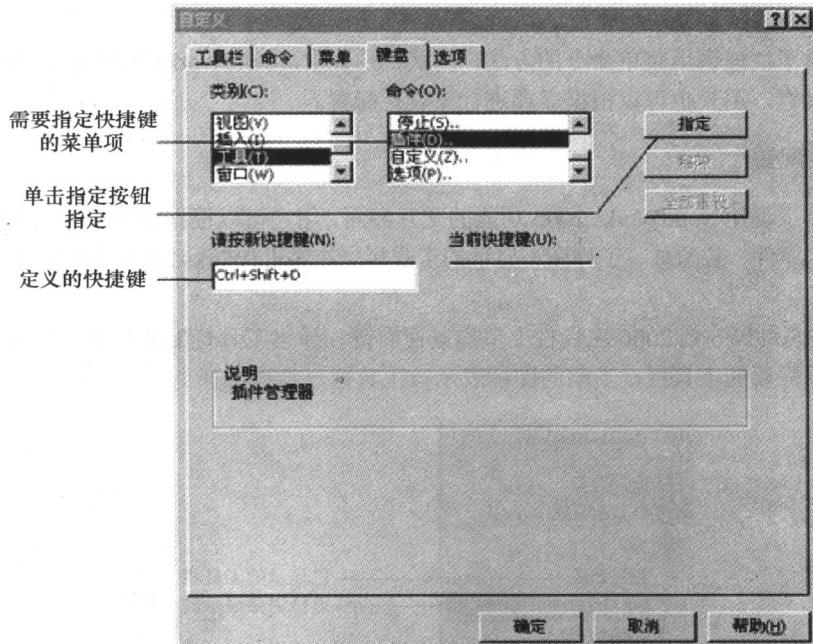

图 1-5 菜单快捷键定义示意图
- 在 SolidWorks 2006 中调用菜单命令【工具】|【自定义...】，弹出自定义对话框如图 1-5 所示。